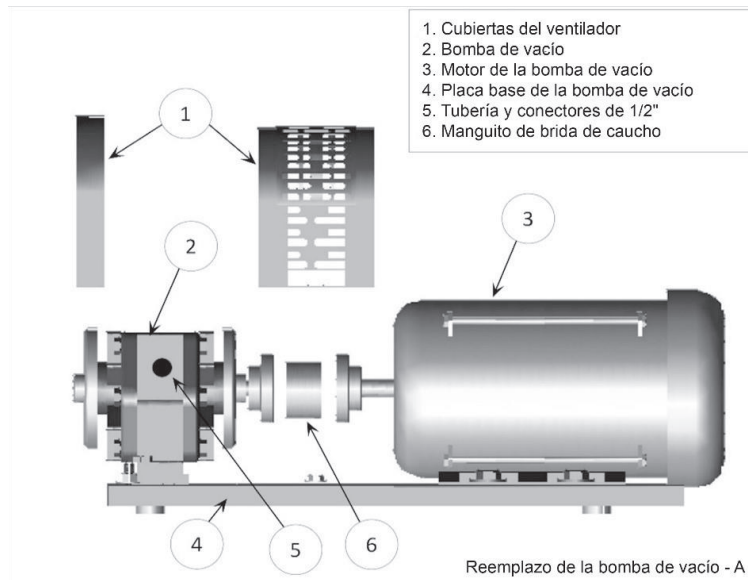

Figura 9-15: Conjunto y componentes de la bomba de vacío
1. Para conocer el conjunto y los componentes de la bomba de vacío, **vea la Figura 9-15.**